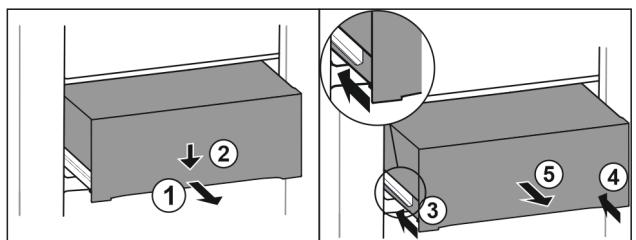

Fig. 92
- ▶ Estrarre il cassetto a metà. Fig. 92 (1)
- ▶ Premere il cassetto sul lato anteriore verso il basso. Fig. 92 (2)
- ▶ Spingere la guida sinistra di circa 2 cm verso l'interno. Fig. 92 (3)
- ▶ Spingere la guida destra di circa 2 cm verso l'interno. Fig. 92 (4)
- ▶ Rimuovere il cassetto tirandolo in avanti. Fig. 92 (5)